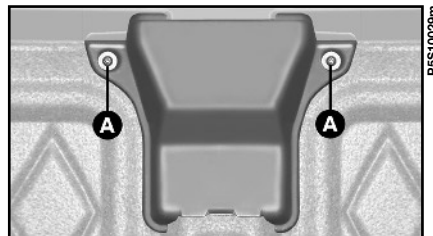

fig. 21
- 2) Dévisser les 2 vis **A**-fig. 21 de fixation du cache interne.